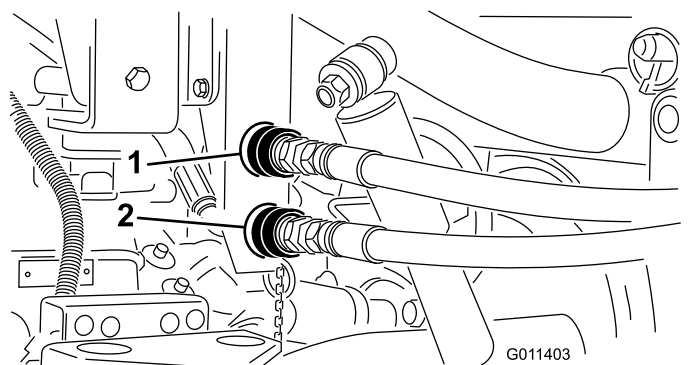

Рисунок 18
1. Удалите любые загрязнения с быстроразъемных соединительных муфт шлангов пескователя (Рисунок 18).
**Примечание:** Муфты, показанные на Рисунок 18, установлены на машинах с серийными номерами 239999999 и ниже.